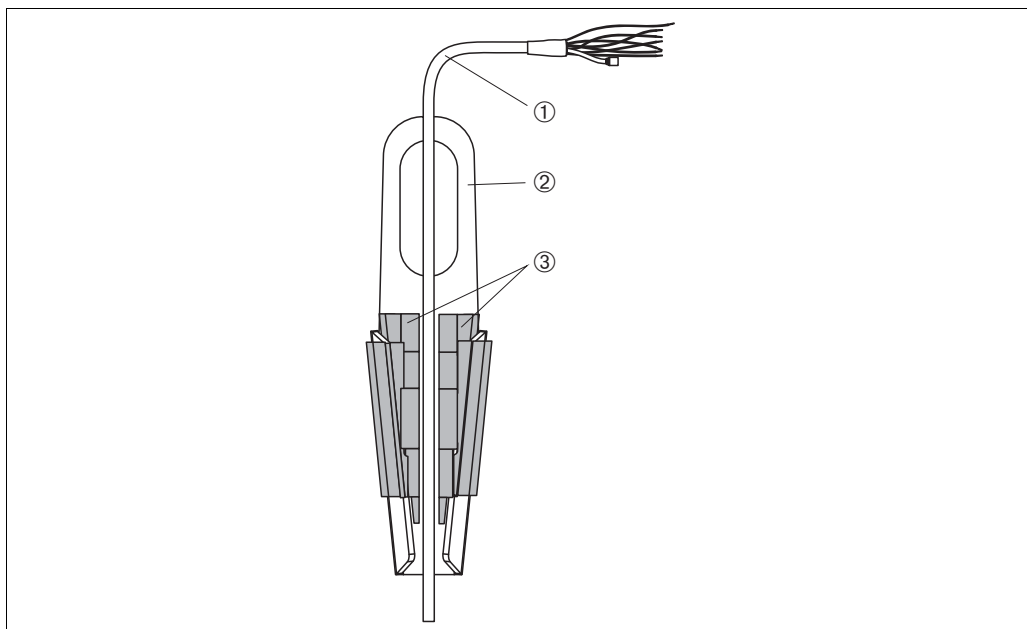

图 16: 使用悬挂固定夹安装
2. 将卡扣 (部件 3) 抬起。参考图 16，将延长电缆 (部件 1) 固定在卡扣中。